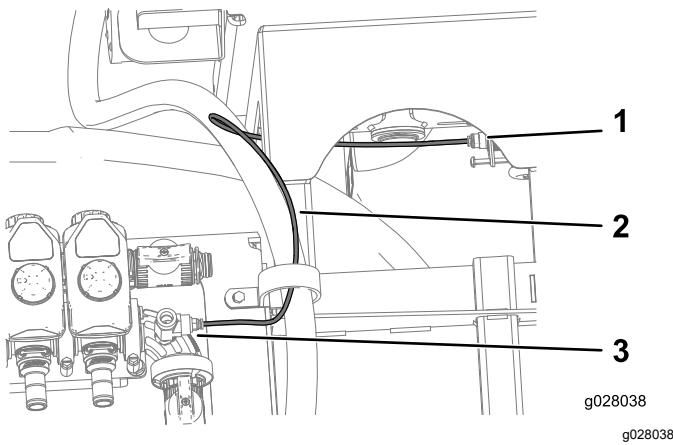

Bild 38
- Schließen Sie den Druckwandlerschlauch an der Kupplung am T-Anschlussstück Druckwandlerschlauch an der Kupplung am T-Anschlussstück im 90°-Krümmer und die Kupplung am Druckmanometer an (Bild 38).